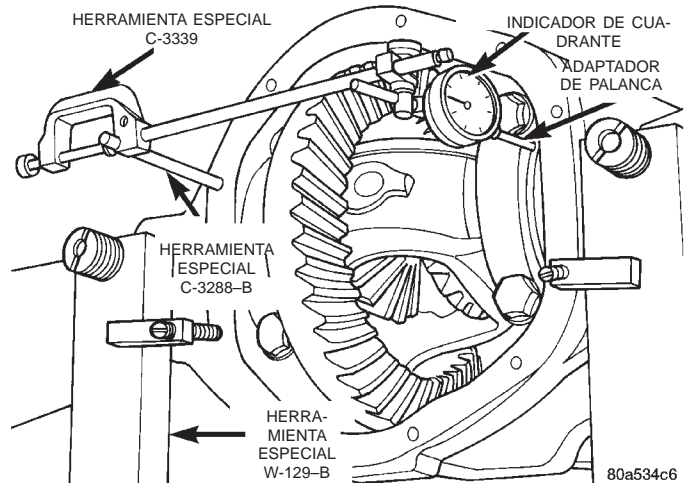

Fig. 33 Instalación del indicador de cuadrante
(8) Instale el pasador de guía C-3288-B en el lado izquierdo del cárter del diferencial. Fije el indicador de cuadrante C-3339 al pasador de guía. Coloque el vástago del indicador contra el lado opuesto del cárter (Fig. 33) y ponga el indicador en cero.
(2) Instale el pasador de guía C-3288-B en el lado izquierdo del cárter del diferencial. Fije el indicador de cuadrante C-3339 al pasador de guía. Coloque el vástago del indicador contra el lado opuesto del cárter (Fig. 33) y ponga el indicador en cero.